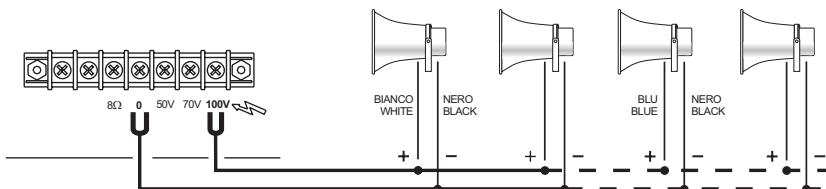

Fig. 1
- Collegare le terminazioni del cavo uscente dal diffusore alla linea di distribuzione 100 V (vedi fig. 1).
- Connect the ends of the cable leading out from the horn to the 100 V distribution line (see Fig. 1).
- Brancher les terminaisons du câble arrivant du diffuseur à la ligne de distribution à 100V (voir fig. 1) en veillant à bien respecter les polarités.
- Verbinden Sie die Endstücke des aus dem Lautsprecher austretenden Kabels an die 100V-Verteilerleitung (siehe Abb. 1).
- Sluit de uiteinden van de kabel die uit de luidspreker komt aan op de distributielijn van 100 V (zie afb. 1).
- Conectar los terminales del cable que sale del difusor a la línea de distribución 100 V (fig. 1).